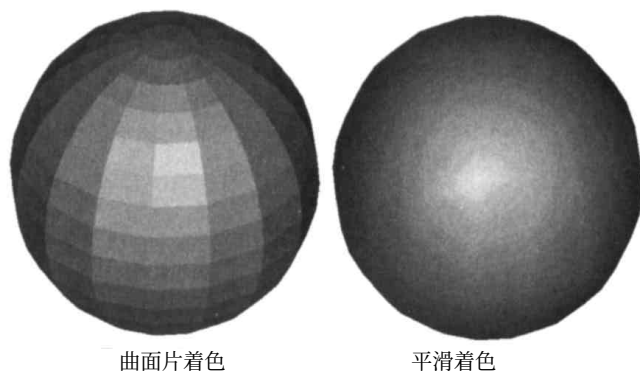

图 7-9
- Smooth Shade (平滑着色) 如果不选该选项，则对每个曲面片进行着色处理，一个圆球体在渲染后看上去是由许多曲面片组成的。如果选择这一项（缺省值），则着色时在曲面片相邻处进行混合处理，渲染后的圆球体表面光滑，具有真实感。图 7-9是两种选项对圆球体渲染的结果。